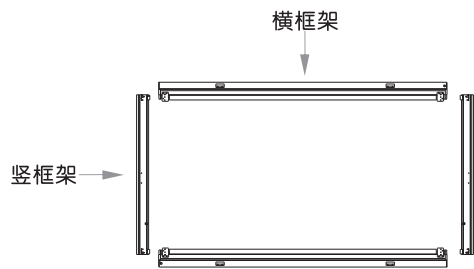

图 1
1.将两条竖框架与两条横框架背面朝上放在水平地面上，组成一个矩形如图1